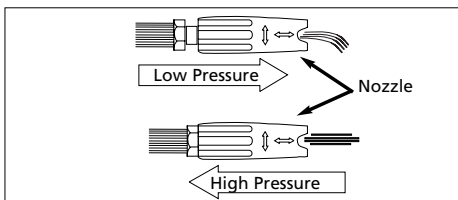

Figure 13 – Régler la buse pour la pression
3. Glisser la buse à la position de basse pression telle qu'indiquée sur la Figure 13 et appliquer le détergent pour couvrir la surface de nettoyage complètement.